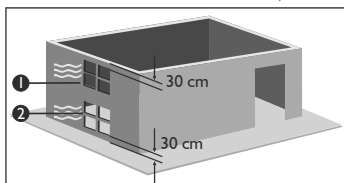

Figura 2.
- En caso de ser necesarias las aberturas de ventilación, la localización de éstas deberá ser: Una inferior a máximo 30 cm del suelo y una superior a máximo 30 cm del techo hacia abajo (**Ver figura 2**).